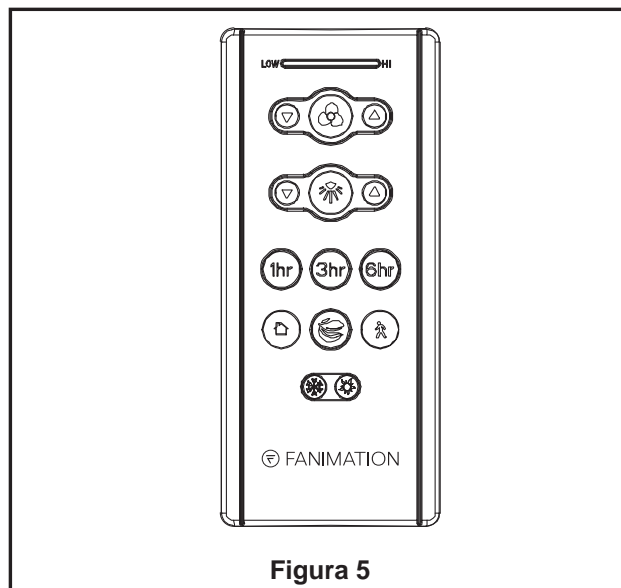

Figura 5
4. Una vez haya hecho las conexiones, coloque los cables hacia arriba y empújelos cuidadosamente hacia dentro de la caja de la toma de corriente, poniendo los cables blancos y verdes a un lado de la caja y los negros hacia el otro lado. Los cables deben ser colocados de forma extendida poniendo el conductor de la toma de tierra y el conductor de toma de tierra del equipo a un lado de la caja, colocando el conductor sin toma de tierra en el otro lado de la caja. (Figura 5)
### 5. Funciones del control remoto: (Figura 5)